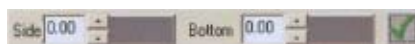

Рис. 174
**Color Sole Surface** — используйте для изменения цвета подошвы (рис. 174).